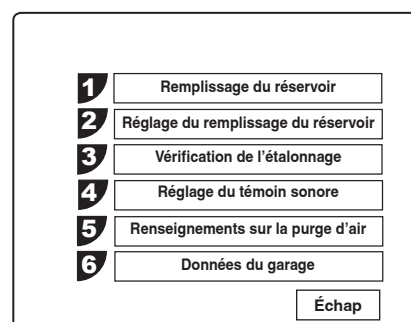

Figure 13
1. Sélectionnez **RÉGLAGE DU REMPLISSAGE DU RÉSERVOIR** dans le menu Configuration. Reportez-vous à la figure 13.